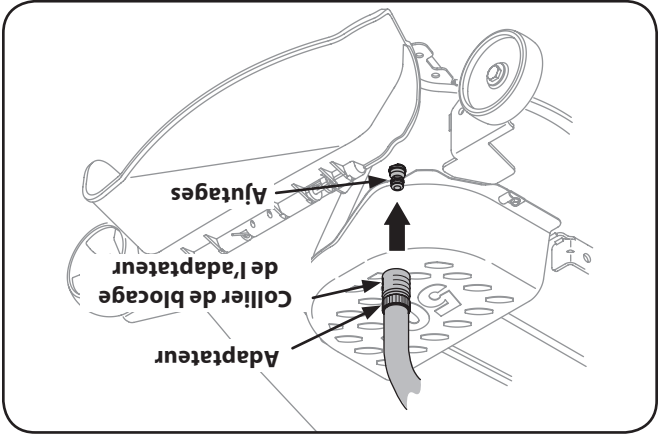

Figure 6-1
3. Tirez sur le collier de blocage de l'adaptateur et poussez l'adaptateur sur l'un des ajutages de l'un ou l'autre côté du plateau de coupe. Lâchez le collier pour bloquer l'adaptateur sur l'autage. Voir la Figure 6-1.